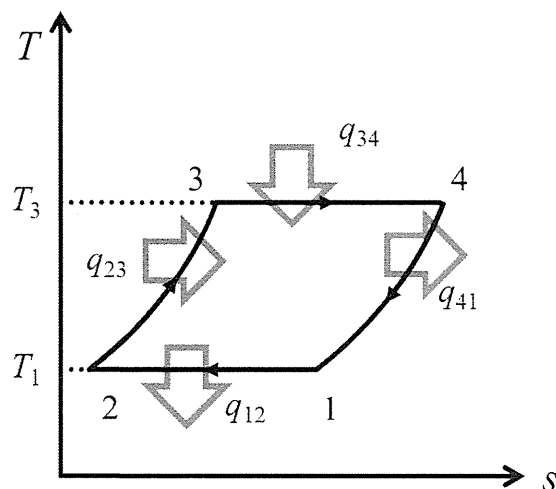

図 4-1
図 4-1 に示す温度 T (縦軸)-比エントロピー s (横軸)の線図のサイクルについて考える. ここで図中の数字(1, 2, 3, 4)は各状態点を表し, 1→2 は等温圧縮過程, 2→3 は等積加熱過程, 3→4 は等温膨張過程, 4→1 は等積冷却過程である. このサイクルの作動流体は理想気体であり, それぞれの過程で準静的変化をするものとする. 作動流体の定積比熱 c_v [J/(kgK)], 気体定数 R [J/(kgK)], 状態 1, 3 の温度 T_1, T_3 [K], 状態 1, 2 の比体積 v_1, v_2 [m³/kg]の中から必要なものを用いて以下の問いに答えよ. なお小問(2), (5)a で使用する記号についてはそれぞれの指示を優先すること. また, 解答用紙には解答のみを示すこと.
- (1) このサイクルの圧力 P -比体積 v の線図を描け. 各頂点には状態の番号 1~4 も示すこと.
- (2) このサイクルが外部にすることができる作動流体単位質量当たりの仕事 w [J/kg]を求めよ. なお, 1→2 と 4→1 の作動流体単位質量当たりの放熱量 q_{12} および q_{41} [J/kg]と, 2→3 と 3→4 の作動流体単位質量当たりの吸熱量 q_{23} および q_{34} [J/kg]のみを用いること.
- (3) 2→3 および 4→1 の各過程における作動流体単位質量当たりの吸熱量 q_{23} および放熱量 q_{41} を求めよ. ただし解答には $c_v, R, T_1, T_3, v_1, v_2$ から必要なものを用いること.
- (4) 1→2 および 3→4 の各過程における作動流体単位質量当たりの放熱量 q_{12} および吸熱量 q_{34} を求めよ. ただし解答には $c_v, R, T_1, T_3, v_1, v_2$ から必要なものを用いること.
- (5) 等積過程での放熱量 q_{41} を吸熱量 q_{23} に全て再利用可能である場合を考える.